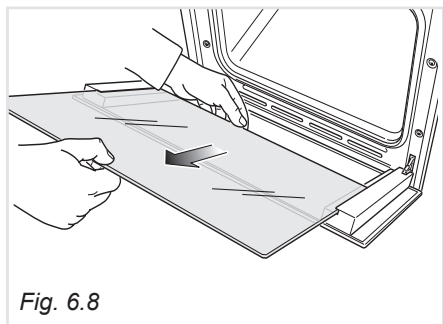

Fig. 6.8
- Sfilare delicatamente il vetro interno (fig. 6.8) e pulirlo con prodotti idonei. Asciugarlo sempre accuratamente.